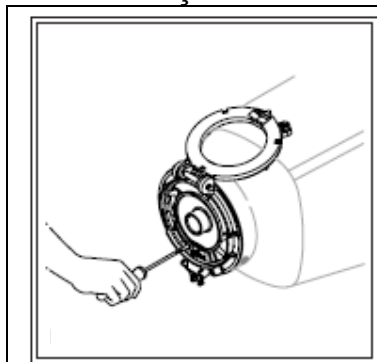
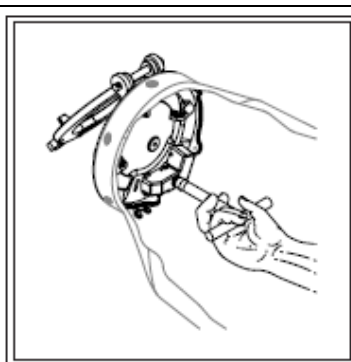

Figura 98
Figura 99
- solte o parafuso que prende a caixa distribuidora de sementes utilizando uma chave de fenda (Figura 98) e uma chave passante para retirar a porca (Figura 99);